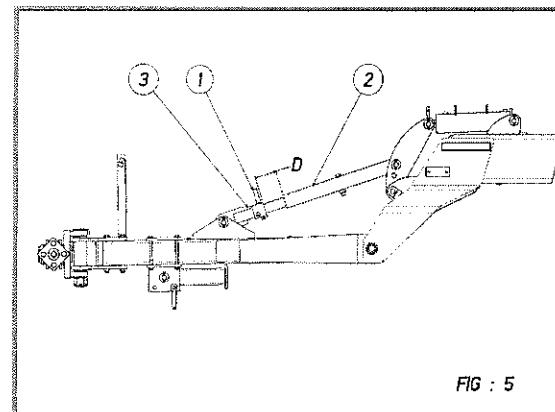

FIG : 5
- ✓ Вынуть ось (1) телескопической упорной штанги (2) (рис. 5).
- ✓ Установить скользящее кольцо (3) в нижнее положение и заблокировать его осью (1), чтобы получить размер «D» для свободного перемещения.
Телескопическая упорная штанга должна двигаться свободно, поскольку глубина обработки определяется передним трубчатым роликом и задним роликом. Для обеспечения требуемой высоты подъема во время транспортировки устройства, скользящее кольцо (3) можно установить выше (рис. 5).